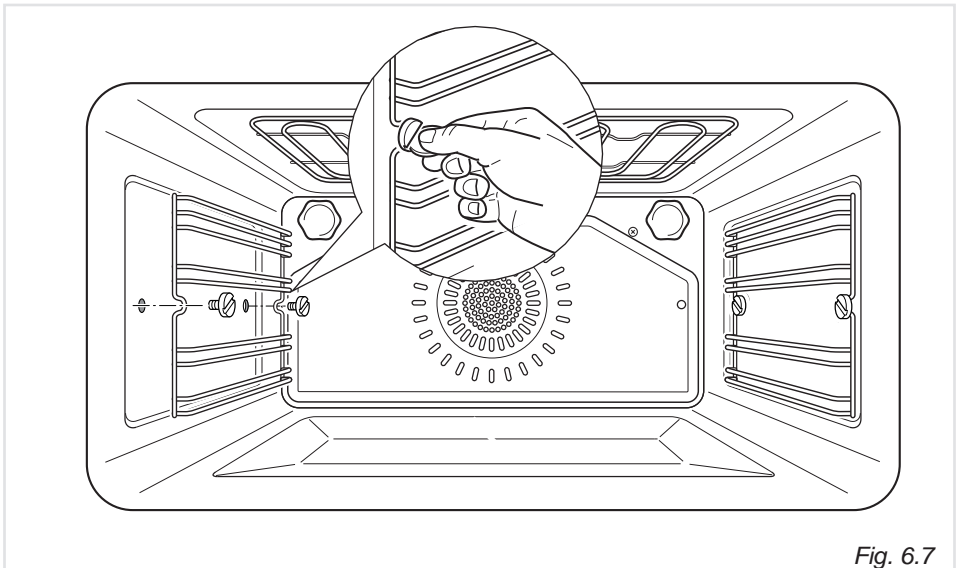

Fig. 6.7
- Monter ovnskinnene med de medfølgende skruene (Fig. 6.7).